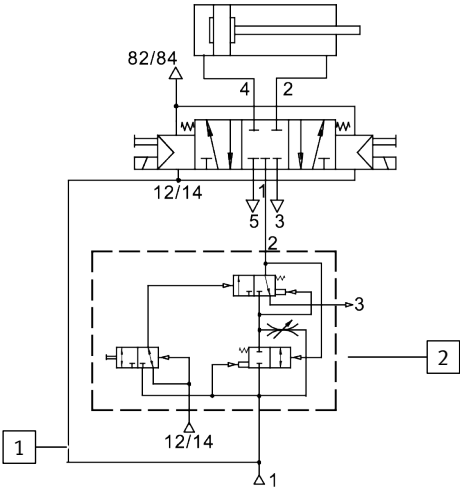

Abb. 37: Beispiel Ventil-Zylinder-Kombination mit langsamem Druckaufbau der Gesamtversorgung
- Die Steuerluft ist vor dem Einschaltventil für verzögerten Druckaufbau abzuzweigen → Abb. 37.
Die Steuerzuluft muss sofort nach dem Einschalten mit dem Mindestdruck für die entsprechenden Ventile anliegen → 12.3.2 Betriebsdruck und Steuerdruck. Sonst ist nicht sichergestellt, dass das Ventil direkt umschaltet (→ Abb. 37). Liegt der Druck unter diesem Mindestdruck, so kann es, trotz anstehendem elektrischem Signal, zu einem verzögerten Umschalten des Ventils kommen. Der langsame Druckaufbau der Gesamtversorgung wirkt sich dann nicht beim Aktuator aus. Der Aktuator würde schlagartig reagieren. Ein Zylinder würde, je nach Ventalfunktion, schlagartig einfahren oder ausfahren.